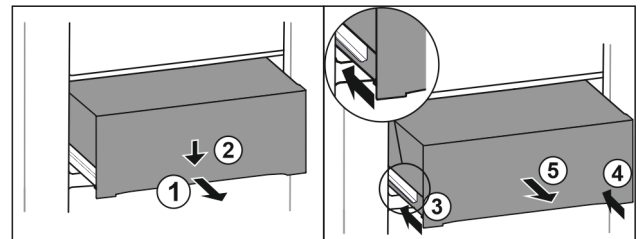

Fig. 58
- ▶ Extraiga el cajón hasta la mitad. Fig. 58 (1)
- ▶ Presionar hacia abajo el cajón de la parte delantera. Fig. 58 (2)
- ▶ Introducir el carril izquierdo unos 2 cm. Fig. 58 (3)
- ▶ Introducir el carril derecho unos 2 cm. Fig. 58 (4)
- ▶ Extraiga el cajón hacia delante. Fig. 58 (5)